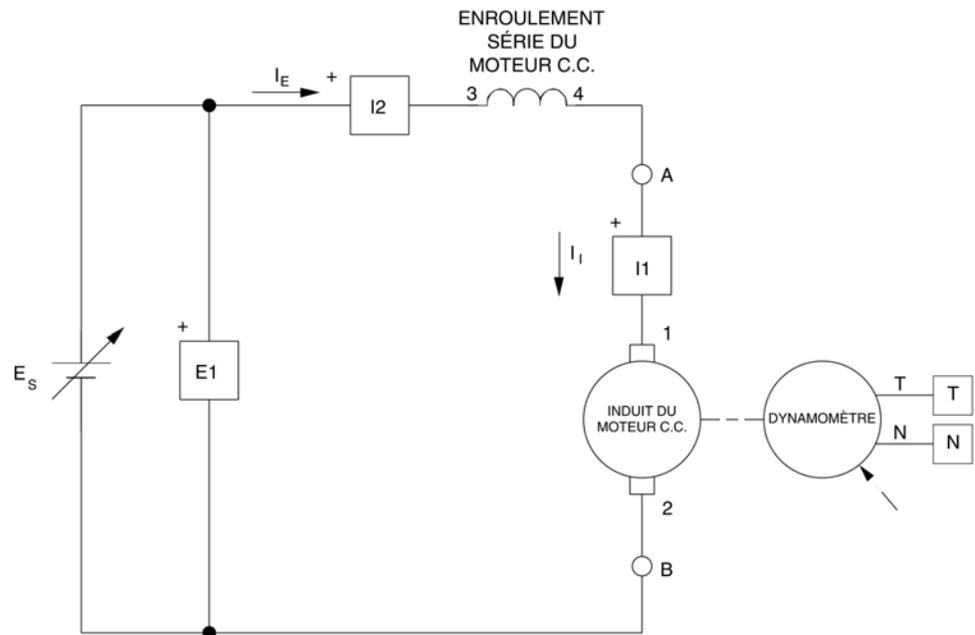

Figure 3-11. Moteur série couplé à un dynamomètre.
Dans la première partie de cette expérience, vous allez monter l'équipement dans le Poste de travail, raccorder l'équipement comme à la figure 3-11 et effectuer les réglages appropriés sur le module Moteur d'entraînement / Dynamomètre.
- 5. Montez le circuit du moteur série de la figure 3-11.
9. Inversez les fils d'induit aux points A et B illustrés à la figure 3-11.
Inversez les fils d'induit aux points A et B illustrés à la figure 3-11. Les modules devraient être raccordés comme à la figure 3-11.
12. Inversez les fils de l'induit se trouvant aux points A et B illustrés à la figure 3-11.